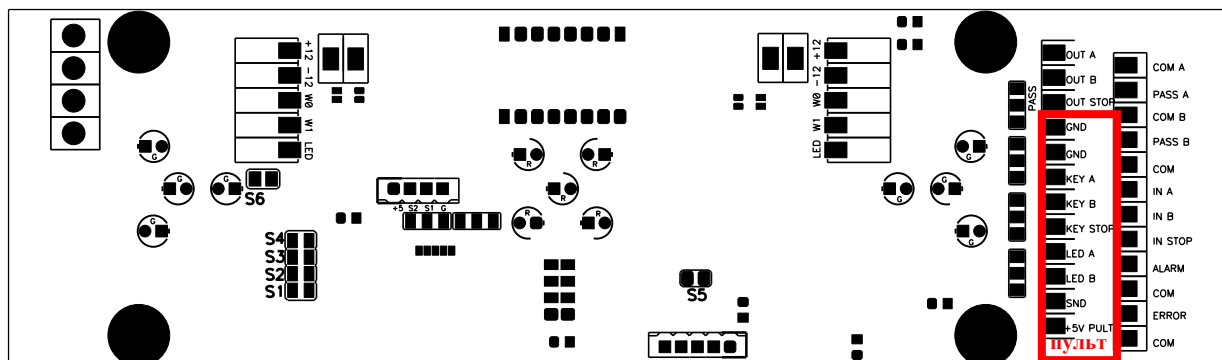

Рисунок 2.1.1 – Плата управления (сторона деталей)
- Пульт подключается только к плате управления турникетом (рисунок 2.1.1), при необходимости подключения к СКУД – использовать выходы платы управления OUT_A, OUT_B, OUT_STOP, предварительно установив в верхнее положение переключки STOP, IN_A, IN_B.